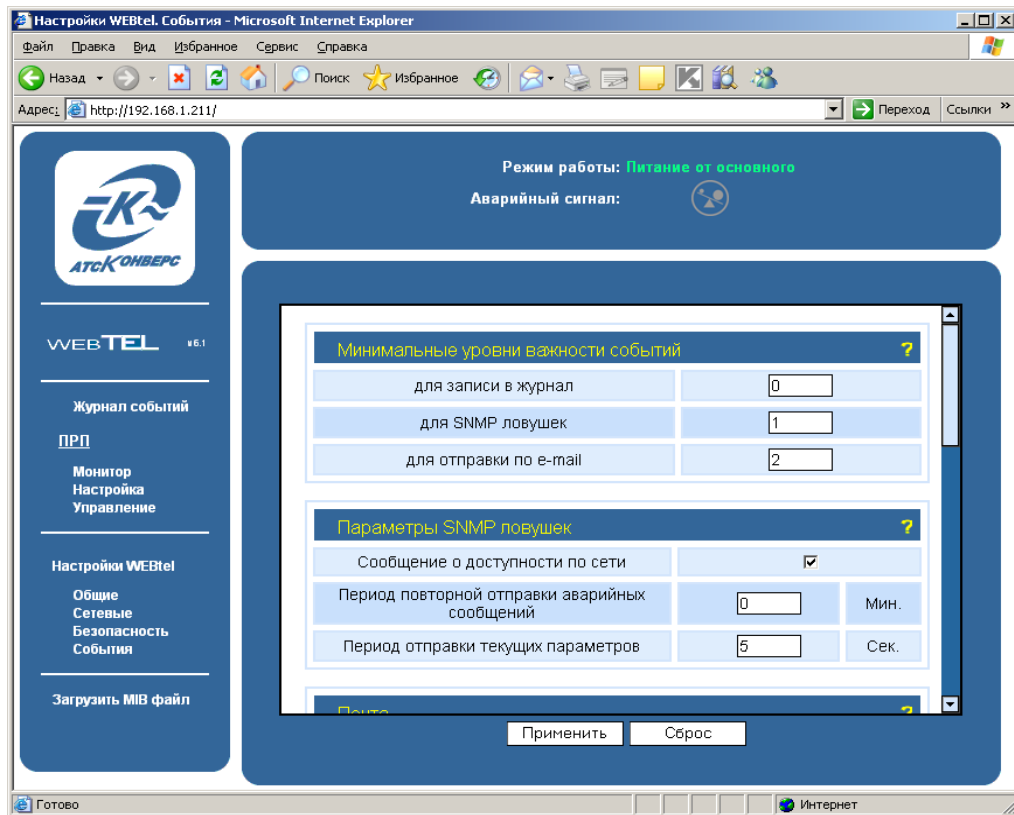

Рисунок 16 – Страница настройки параметров сообщений
7.10.1 Вход на эту страницу (рисунок 16) защищен паролем, аналогично п. 7.4.